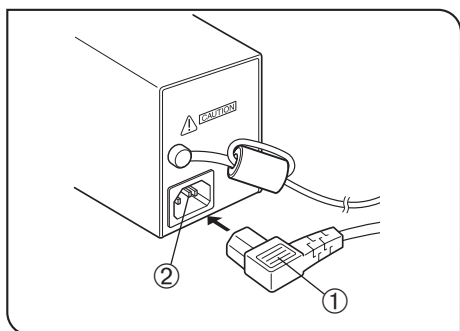

Рис. 42
### Пользование блоком питания TL4 (рис. 42)
1. Прочно вставьте соединитель ① шнура питания в входное гнездо ② блока TL4 (рис. 42).